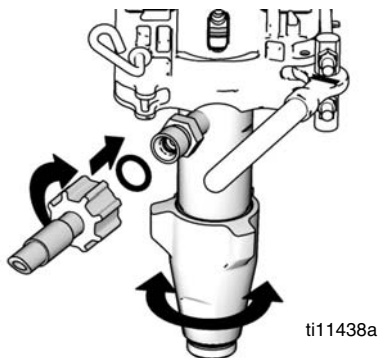

FIG. 22
4. FIG. 22. Cierre la puerta de la bomba y gire el pestillo, sin apretarlo.
5. FIG. 22. Gire la bomba para alinearse con la manguera del material. Conecte la manguera de material de apriete y de la mano a 70 en-libras.